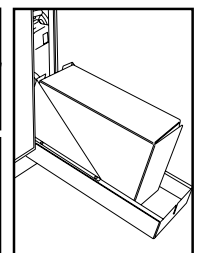

Abbildung 6
10. Setzen Sie den neuen Lösungsbehälter ein, indem Sie ihn nach vorn in die korrekte Position in der Lösungstür drehen (siehe Abbildung 6).